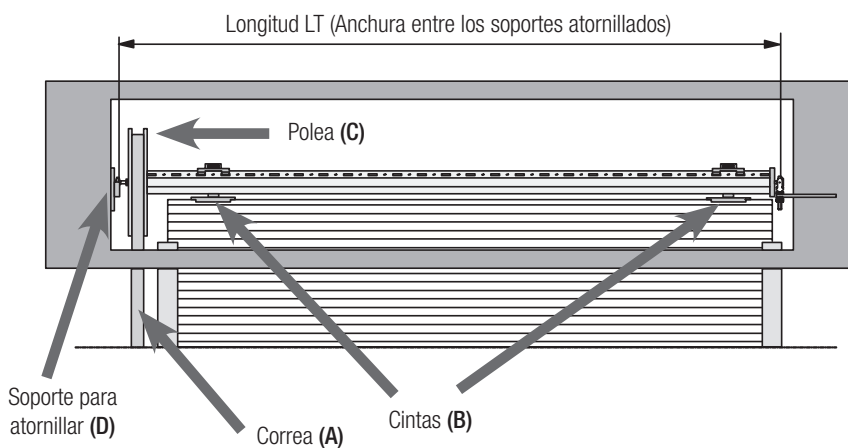

Fig. 5
2. Libere la correa (fig. 5 ref. A) de la polea (fig. 5 ref. C) y desenganche las cintas (fig. 5 ref. B) del rodillo existente.